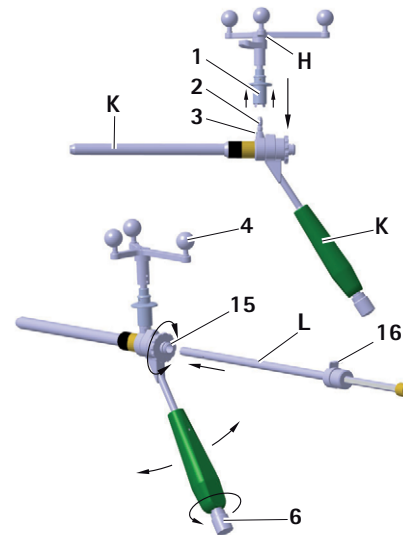

Abb. 12 Montage der Aesculap-Sterneinheit an der Führungsbuchse S⁴C; Einsetzen der inneren S⁴C-Führungshülse
- ▶ Um sicherzustellen, dass die Kamera eine uneingeschränkte Sicht auf die reflektierenden Markierungskugeln hat, lösen Sie den Knauf 6 am S⁴C-Griff der S⁴C-Führungshülse K drehen Sie die Aesculap Sterneinheit H in die gewünschte Position. siehe Abb. 12.
- Die innere Bohrhülse greift auf die innere Hülse und kann noch gedreht werden. siehe Abb. 12.